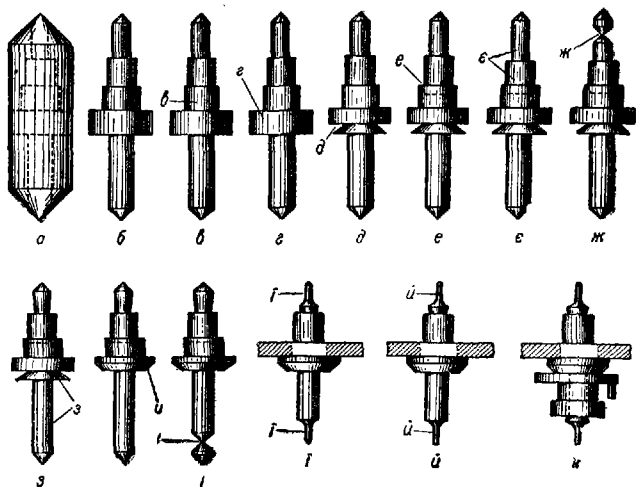

Рис. 157. Послідовність точіння осі балансу:
Щоб не пошкодити баланс, особливо компенсаційний, видалення з нього зламаної осі провадиться лише після сточування на верстаті верхньої частини заклепаного заплечика балансу (рис. 157, е).
Порядок точіння показаний на рис. 157.
1. Для заготовки (див. рис. 157, а) беруть сталевий дріт належного діаметра з запасом по довжині не більше 2—3 мм у порівнянні з готовою віссю; точіння більш довгої заготовки і відрізування лишку кінців пов'язані з багатьма незручностями.
3. Баланс і подвійна ролька насаджуються на свої місця (див. рис. 157, в, г, д, е, в, ж, з) досить туго, але без особливих зусиль; якщо діаметри в або з виявляються меншими від отворів у балансі або подвійної рольки, стягувати ці деталі пуансоном або іншим способом не рекомендується.
Місця для насадки втулки спіралі і подвійної рольки (див. рис. 157, в, ж, з) слід виточувати трохи на конус, що полегшує посадку цих деталей.
Деякі годинникарі провадять точіння між центрами (див. рис. 18, ж), насаджуючи баланс на вісь, щоб провадити чорнове обточування цапф (див. рис. 157, і) або закріплю-